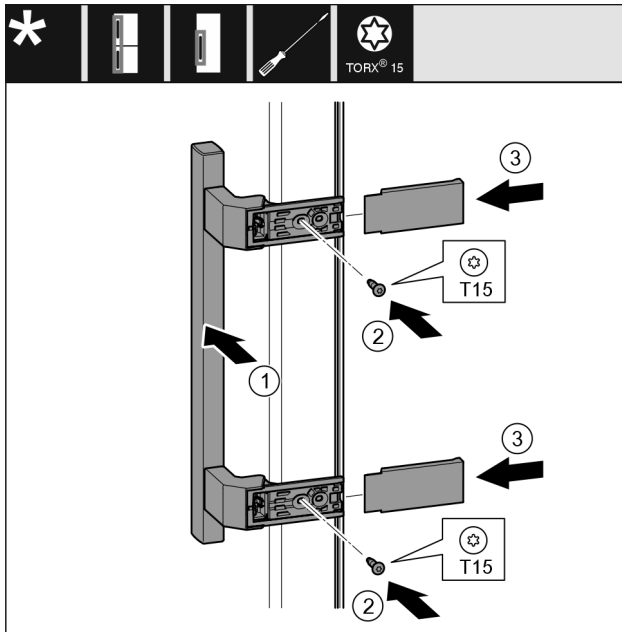

Fig. 21
- ▶ Breng het handvat Fig. 21 (1) aan de andere kant aan.
- ▶ Schroeven Fig. 21 (2) met een schroevendraaier vastschroeven.
- ▶ Plaats de afdekkingen Fig. 21 (3) op de zijkanten en schuif ze erop.